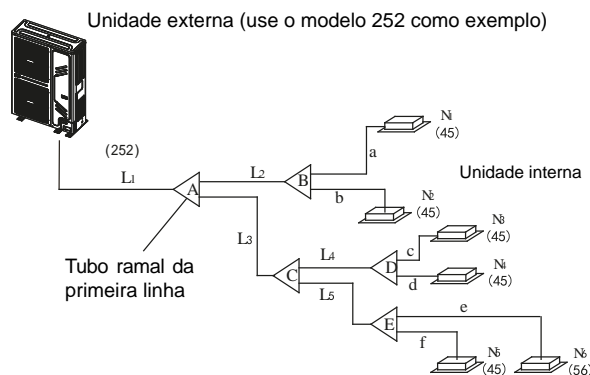

Figura 14.
- Tubo principal (consulte a Figura 14 e a Tabela 4)